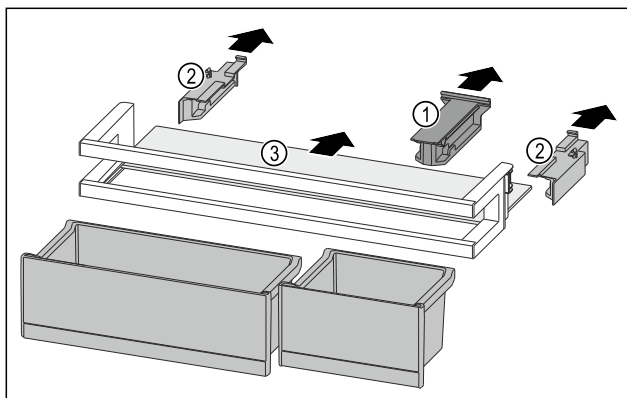

Fig. 92
- ▶ Zdjąć element trzymający Fig. 92 (1).
- ▶ Zdjąć elementy boczne Fig. 92 (2).
- ▶ Wyjąć półkę Fig. 92 (3).